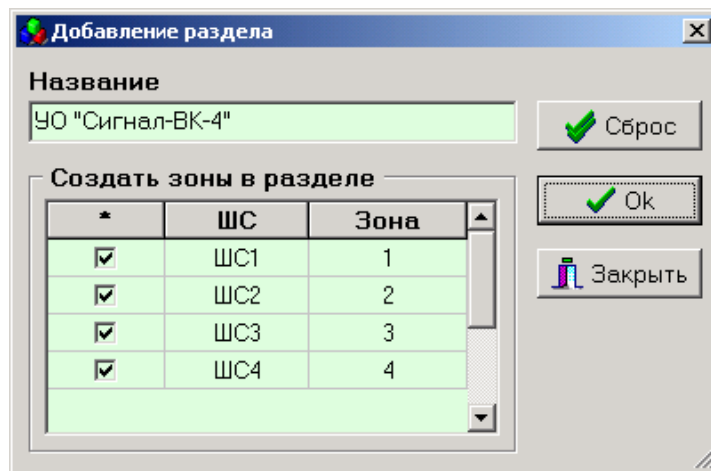

Рисунок 4.22 Добавление зон в аппаратный раздел
- в раскрывшемся окне (рис. 4.22 уточните количество задействованных ШС и соответствие между ШС и зонами).